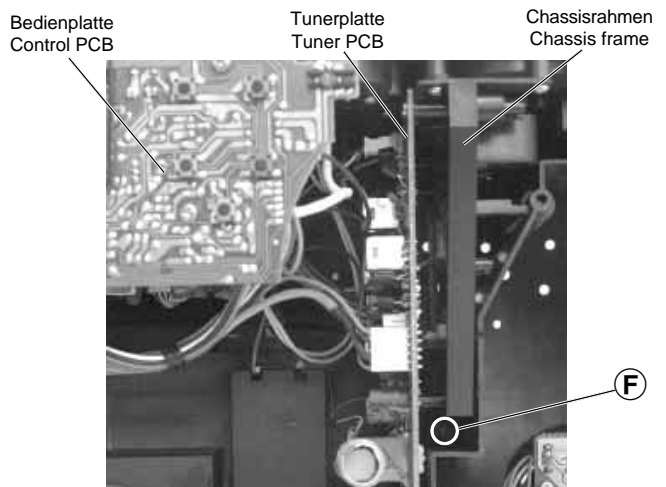

Fig. 4
- Schraube (F) herausdrehen (Fig. 4).
- Undo the screw (F) (Fig. 4).